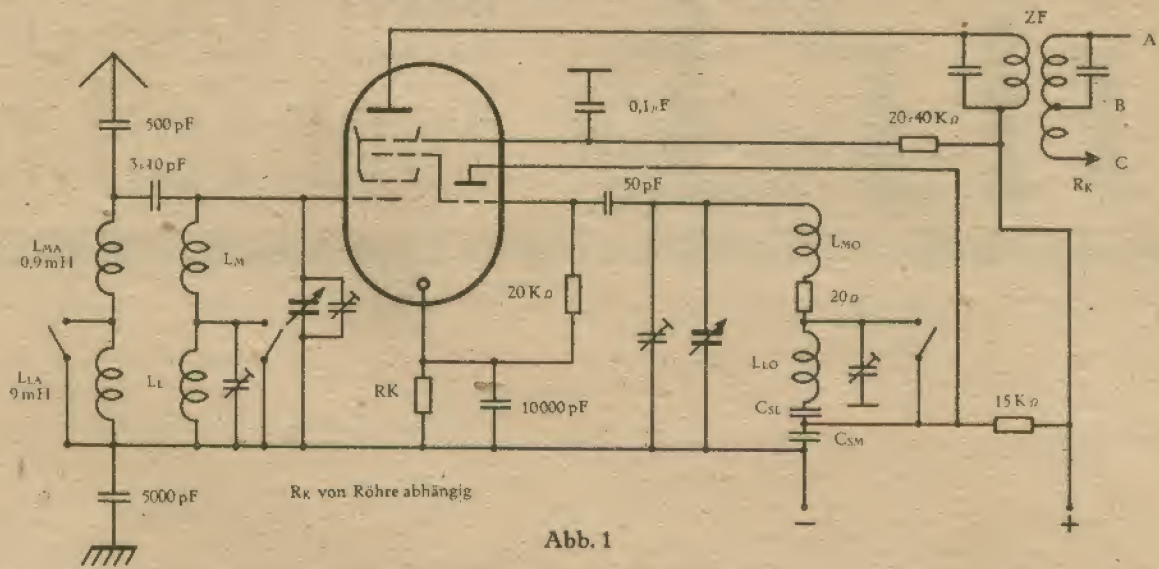
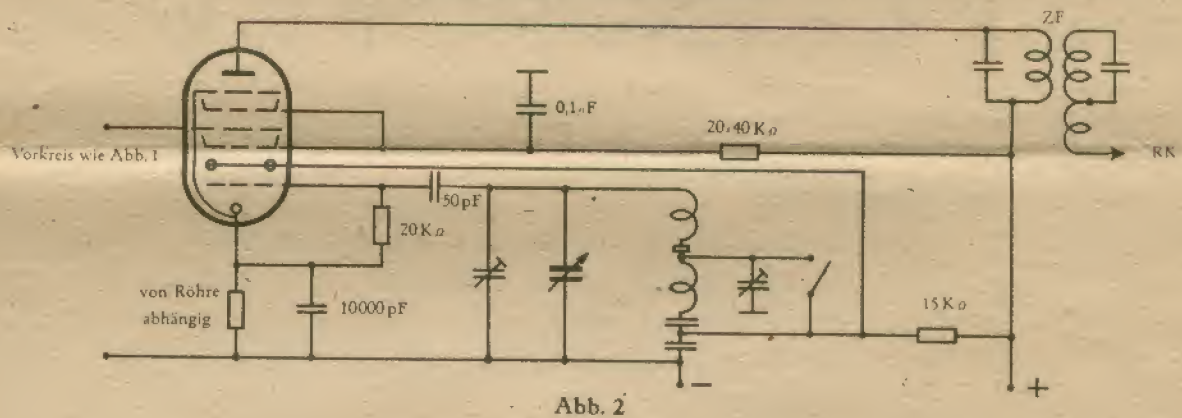
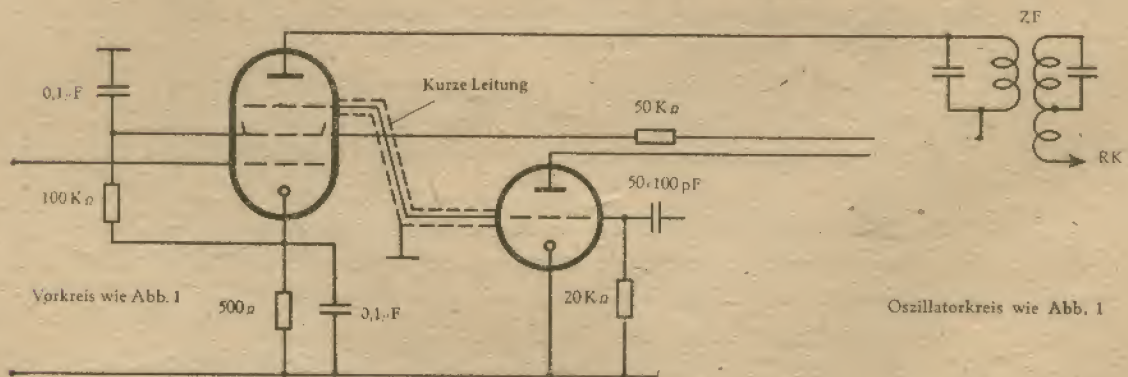

Abb. 1
Abb. 2
Abb. 3
a) Mischstufe: Ob für die Mischstufe die multiplikative oder additive Mischung gewählt werden soll, hängt von den zur Verfügung stehenden Röhren ab. Für die multiplikative Mischung kommt wegen des einfacheren Aufbaues des Oszillators die Spannungsteilerschaltung in Betracht, bei der die Rückkopplung über die ohnehin vorhandenen Verkürzungskondensatoren erfolgt. Abb. 1 zeigt die Schaltung der Mischstufe mit einer Triode-Hexode, Abb. 2 die Abwandlung mit einer Oktode und schließlich Abb. 3 die Mischstufe unter Verwendung von zwei getrennten Röhren, wobei als Mischrohr eine Penthode, bei der das Bremsgitter herausgeführt sein muß und als Oszillator eine Triode bzw. eine als Triode geschaltete Penthode verwendet wird.